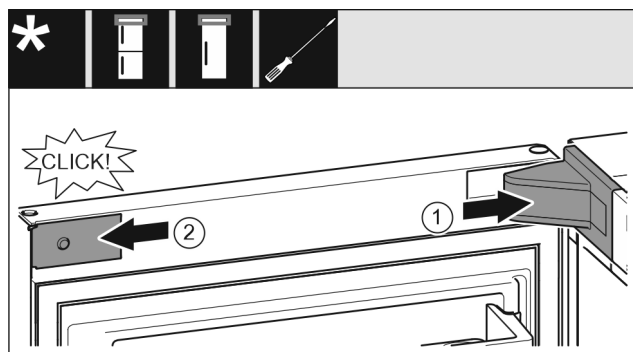

Fig. 27
- ▶ Așezați capacul suportului de lagăr Fig. 27 (1) și fixați în poziție, după caz, despărțiți cu precauție prin apăsare.
- ▶ Aplicați în lateral și fixați în poziție masca Fig. 27 (2).